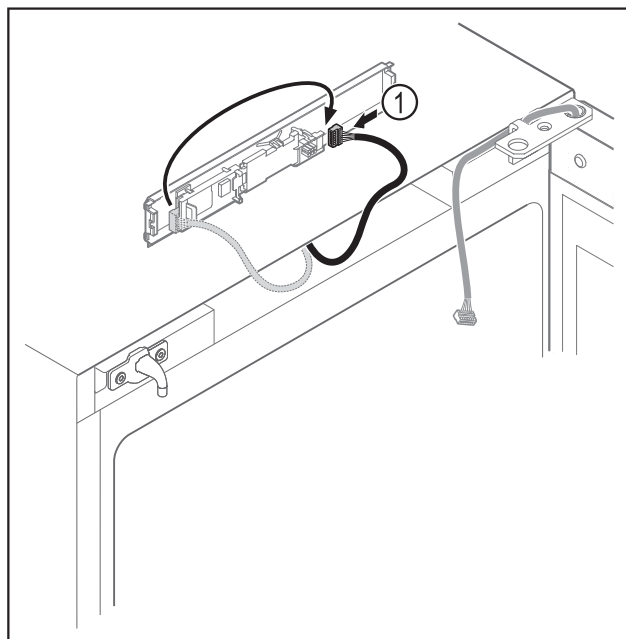

Fig. 16
- Enchufar el conector Fig. 16 (1) en otra posición en la platina.